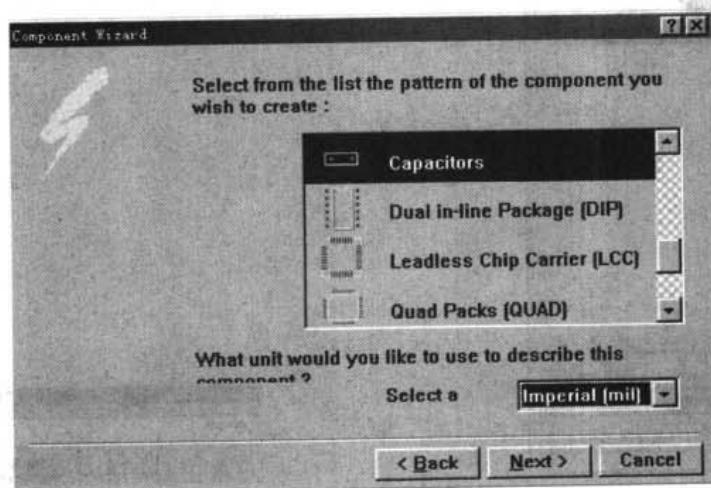

图 17-14 选择元件封装类型对话框
- (3) 单击 Next 按钮，进入封装类型选择框，可以选择元件的不同封装类型，如图 17-14 所示。这里选择元件封装为 Capacitors (电容) 封装。